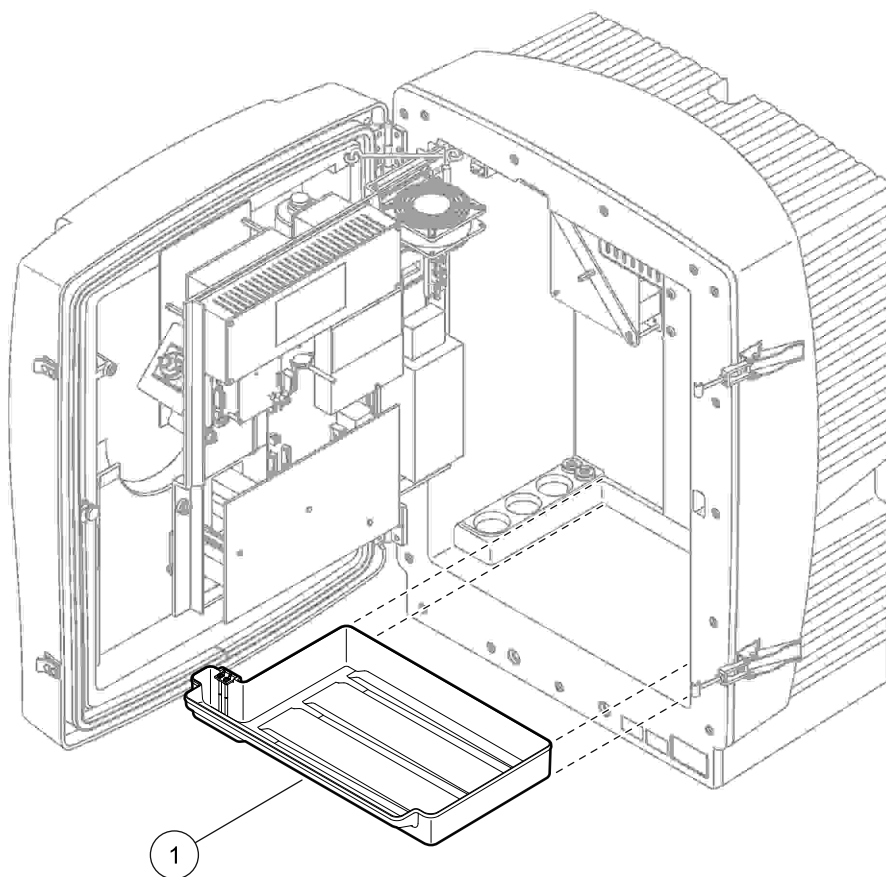

Figure 11 Pose de la cuve de collecte
2. Glissez la cuve de collecte en bas du boîtier (Figure 11).